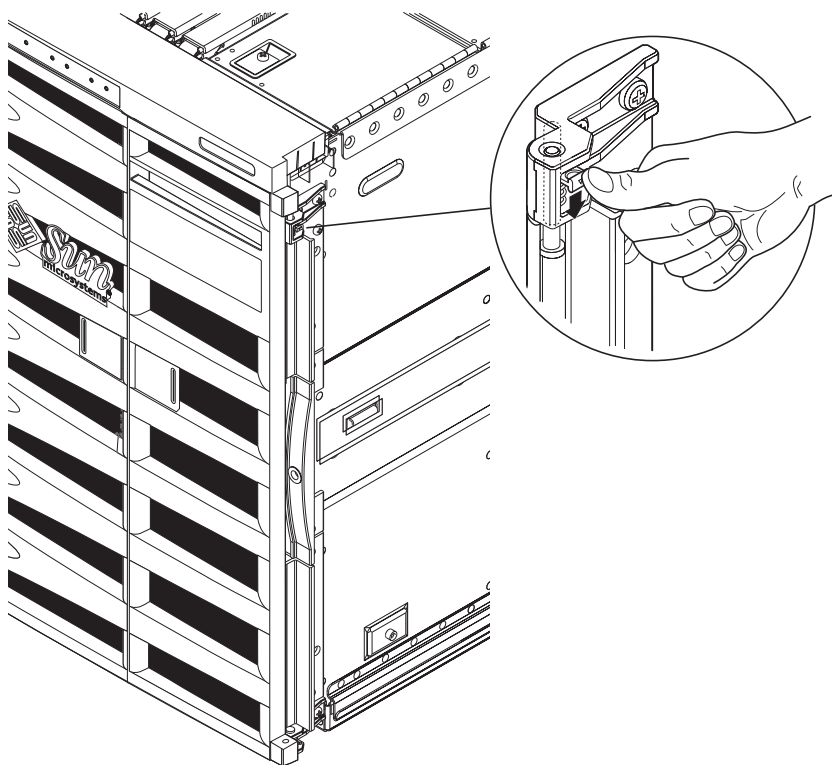

FIGURE 1-6 Libération des charnières de la porte
1. Retirez les portes avant (FIGURE 1-6).